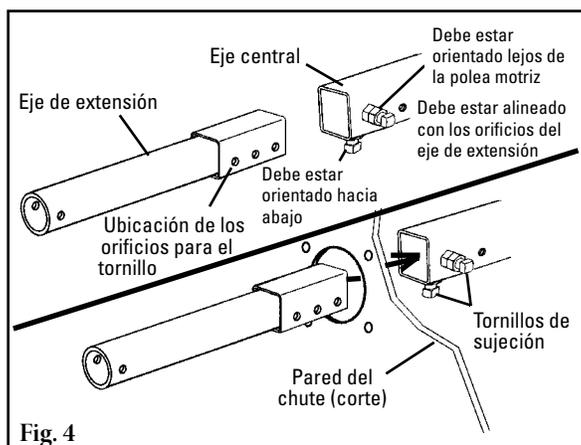

Fig. 4
4. **Ensamble los ejes de extensión en el eje central.** Inserte los ejes de extensión a través de los orificios del chute y en el eje central y asegúrese de ubicar los orificios del tornillo alineados con los orificios del eje central (los orificios se compensan en la mitad inferior). Coloque el eje central con las tuercas soldadas y los tornillos de sujeción en un lado orientado hacia abajo y en el lado adyacente orientado lejos de la polea motriz (Fig. 4). No apriete los tornillos de sujeción.